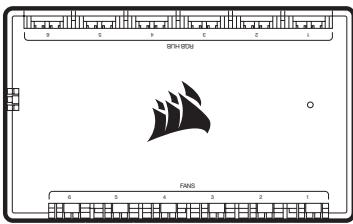

Figure 1
- > Connectez le câble 24 broches de la pompe à votre Commander CORE (Figure 1).